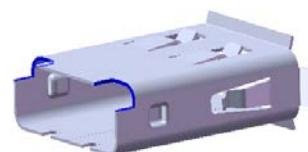

图 10.96 切除—拉伸 2
- (3) 定义切除深度属性。在 **方向 1** 区域选中 **与厚度相等(L)** 复选框和 **正交切除(N)** 复选框。其他采用系统默认设置值。
- (4) 单击 按钮，完成切除—拉伸 1 的创建。
Step32. 创建图 10.96 所示的切除—拉伸 2。